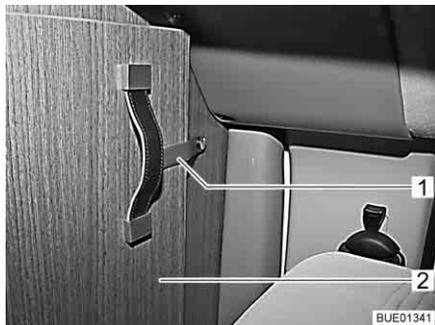

Bild 48 Sicherheitsband
- Sicherheitsband (Bild 48,1) vom klappbaren Teil der Fahrerhausabtrennung (Bild 48,2) lösen.